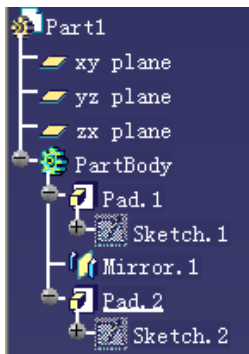
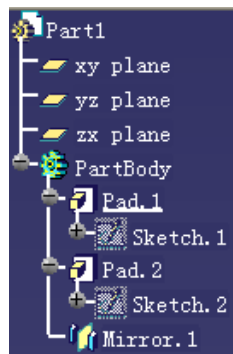

图 3-79
图 3-80
(3) 窗口左侧 Tree 中选择 Pad2 后（见图 3-79），按鼠标的右键选择 Pad2.object → Reorder（见图 3-80）。